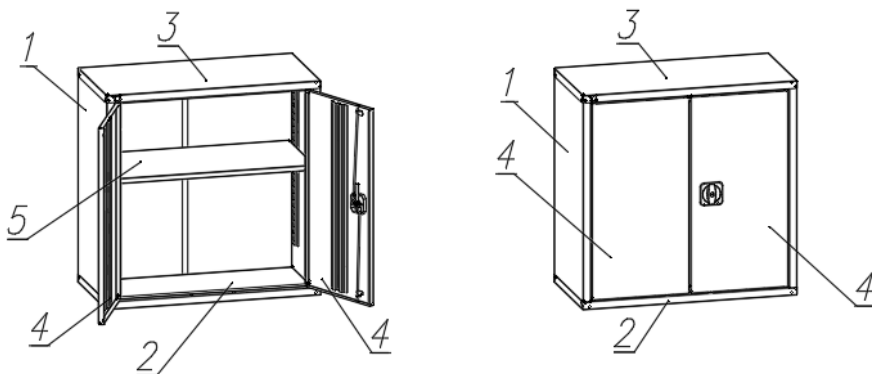

Рис. 1. Описание архивных антреселей серии АА
3.1. Архивная антресоль (см. рис. 1) состоит из: 1 - боквин с задней стенкой; 2 - дна; 3 - верхней крышки; 4 - дверей; 5 - Полок (полки входят в комплект не во всех вариантах исполнения). **Поставка антреселей осуществляется в собранном виде.**